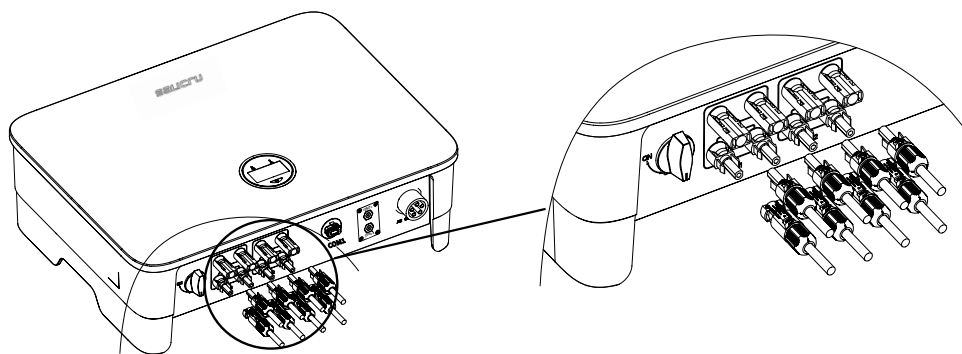
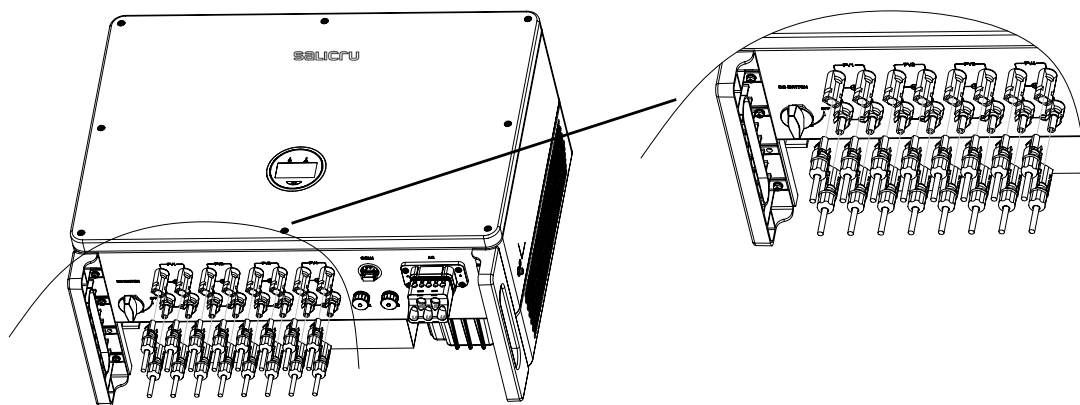
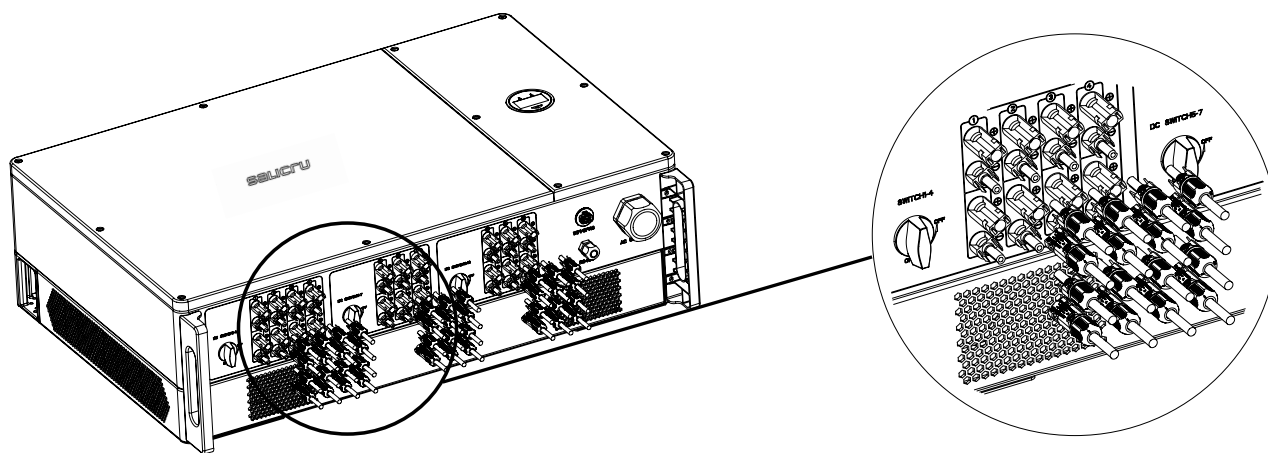

Fig. 30. Conexión terminales entrada DC equipos con 2 MPPT.
Fig. 31. Conexión terminales entrada DC equipos con 4 MPPT.
Fig. 32. Equipos con 10 MPPT.
4. Inserte los conectores positivo y negativo en los terminales de entrada de DC respectivos del inversor. Se debe oír un clic si los terminales están bien conectados, tal como se muestra en las Fig. 30, Fig. 31 y Fig. 32: